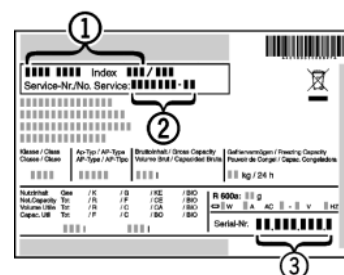

Fig. 17
- ▶ Označení přístroje *Fig. 17 (1)*, servisní číslo *Fig. 17 (2)* a sériové číslo *Fig. 17 (3)* naleznete na typovém štítku. Identifikační typový štítek je umístěn na levé vnitřní stěně přístroje.
- ▶ Informujte zákaznický servis a sdělte poruchu, označení přístroje *Fig. 17 (1)*, servisní číslo *Fig. 17 (2)* a sériové číslo *Fig. 17 (3)*.